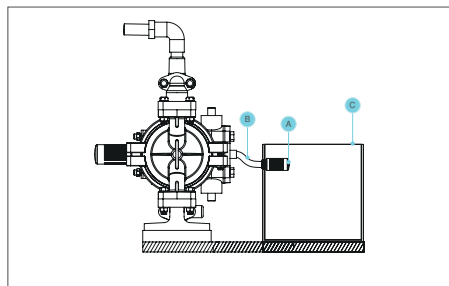

Рис. 3
- Транспортируйте воздуховыпускную трубу в безопасную среду. В случае взрыва мембраны, некоторые несчастные случаи будут предотвращены, поскольку сжатый воздух будет выпущен со сжатым воздухом. (См. Стр. 7, рисунок 3).